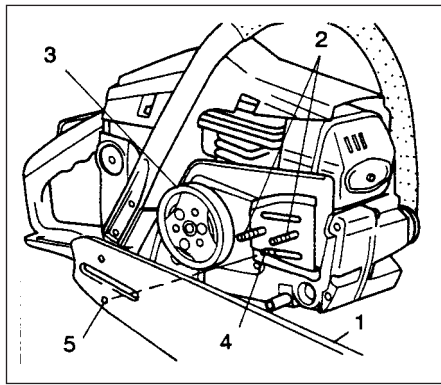

Fig.1-1
1. Das Seitengehäuse durch Abschrauben der beiden Schienen-Befestigungsmutter losmachen und abnehmen, um die Sägeschiene (1) dann auf die Bolzen (2) zu setzen und bis zum Anschlag in Richtung Kettenrad (3) drücken. Den Zapfen (4) des Kettenspanners in die runde Bohrung (5) der Schiene einführen. (Fig. 1-1)